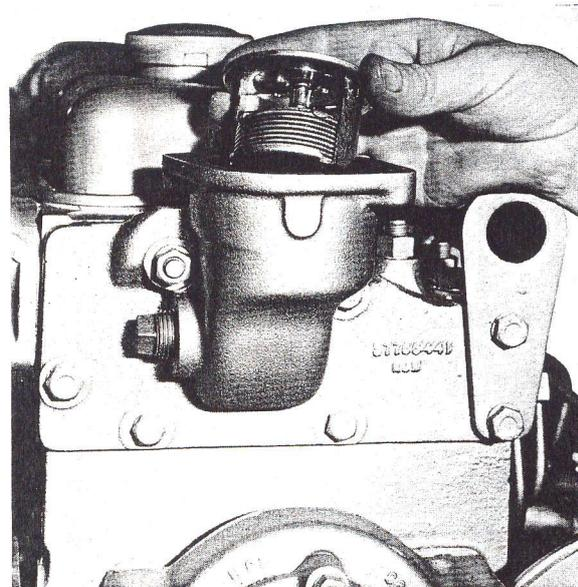

Fig. R2 — Dépose du thermostat.
4. Sortir le thermostat (fig. R2).